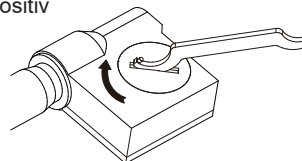

Abb. 3
- Kippen Sie den Batteriefachdeckel, um ihn an der Einrastposition auszurichten, drücken Sie ihn nach unten und drehen Sie ihn dann mit einem Schraubenschlüssel im Uhrzeigersinn, um ihn zu verriegeln. (Abb. 3)